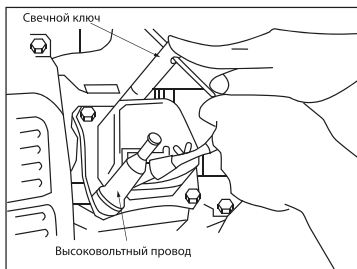
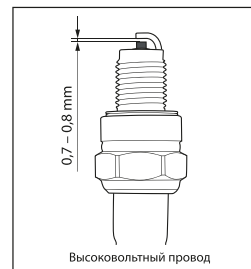

рис. 17
рис. 18
3. Выверните свечным шестигранным ключом, входящим в комплект поставки, и осмотрите свечу (рис. 17). Электроды свечи должны иметь светло-коричневый цвет (рис. 18).
6. Проверьте величину зазора между заземляющим и центральным электродами, используя специальный щуп. При необходимости установите зазор 0,7–0,8 мм (рис. 18).